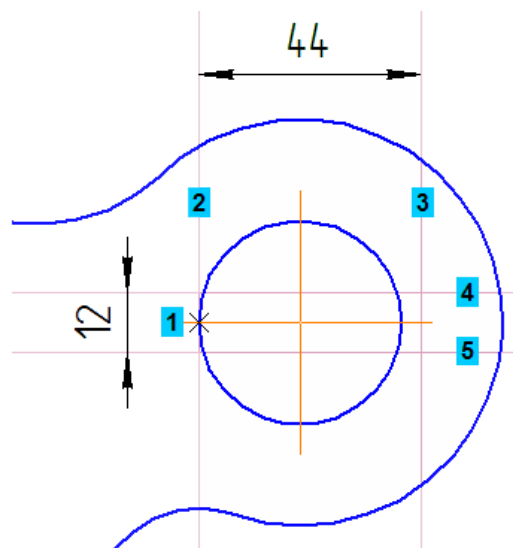

Рисунок 15.
- Относительно горизонтальной осевой линии отверстия постройте параллельные прямые 4 и 5 на расстоянии 6 мм (рис. 15).